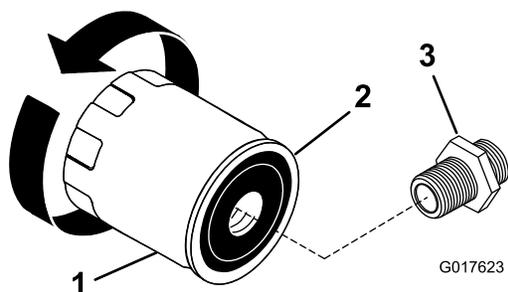

Figure 21
3. Déposez le filtre usagé et essuyez la surface du joint de l'adaptateur (Figure 21).
4. Appliquez une fine couche d'huile neuve sur le joint en caoutchouc du filtre de rechange (Figure 21).
6. Tournez le filtre à huile dans le sens horaire jusqu'à ce que le joint touche l'adaptateur, puis donnez 1/2 à 3/4 de tour supplémentaire (Figure 21).